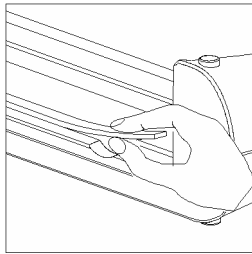

Fig. 6
- 2 De l'autre côté du rail, retirez maintenant la bande de coupe de sa rainure. Des encoches sont prévues exprès des deux côtés du rail de guidage (Fig. 6).